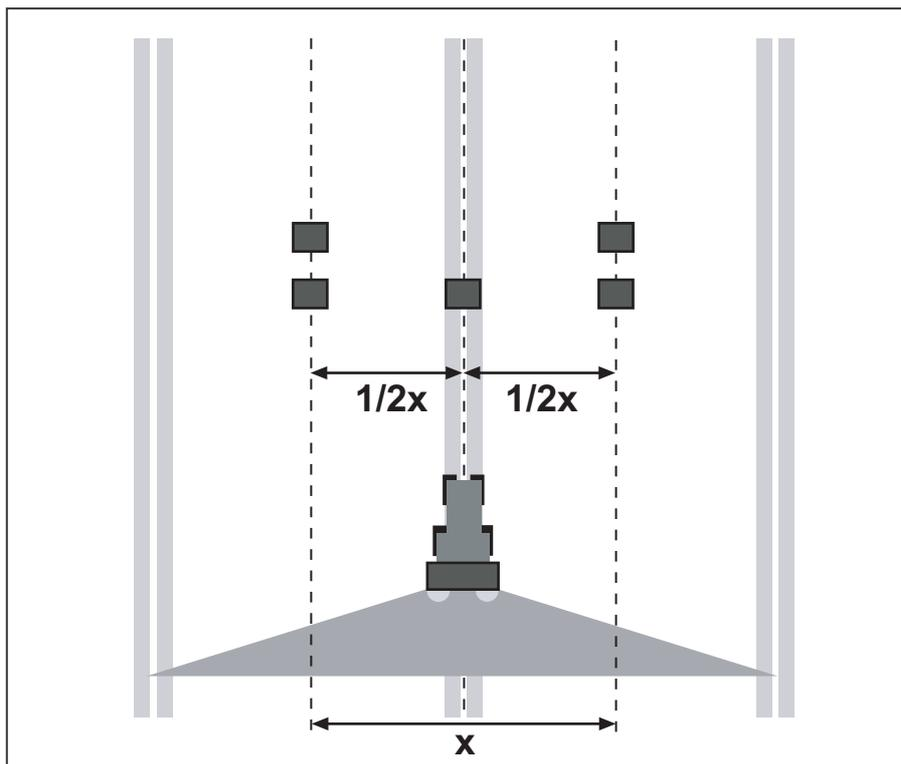

Imagen 8.13: Disposición para una pasada
- Colocar dos bandejas colectoras a una distancia de **1 m** una detrás de otra en las zonas de solapamiento (entre los carriles) y una bandeja colectora en el carril (según Imagen 8.13).